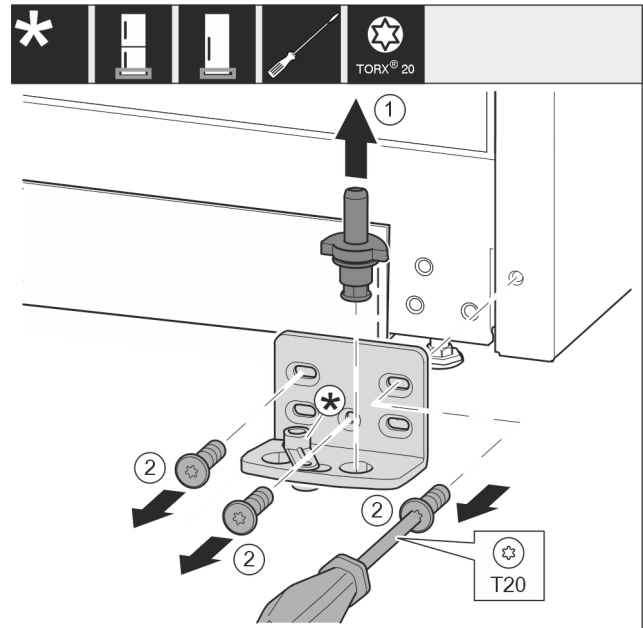

Fig. 15
- Træk lejeboltene Fig. 15 (1) helt op.
- Skru skruerne Fig. 15 (2) ud med en skruetrækker, og tag hængslet af.